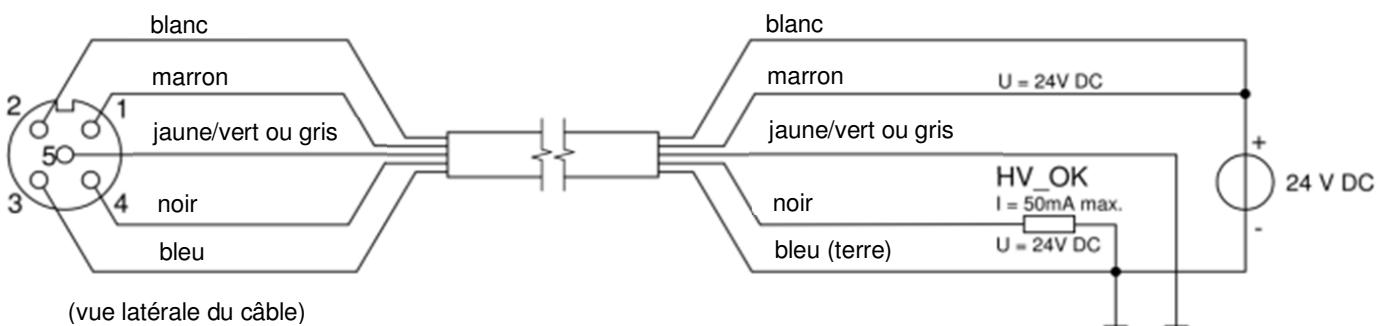

Figure 5 : Câblage pour l'alimentation du Cleanflex Easy
- Réaliser le câblage conformément à la Figure 5 et au tableau 1.